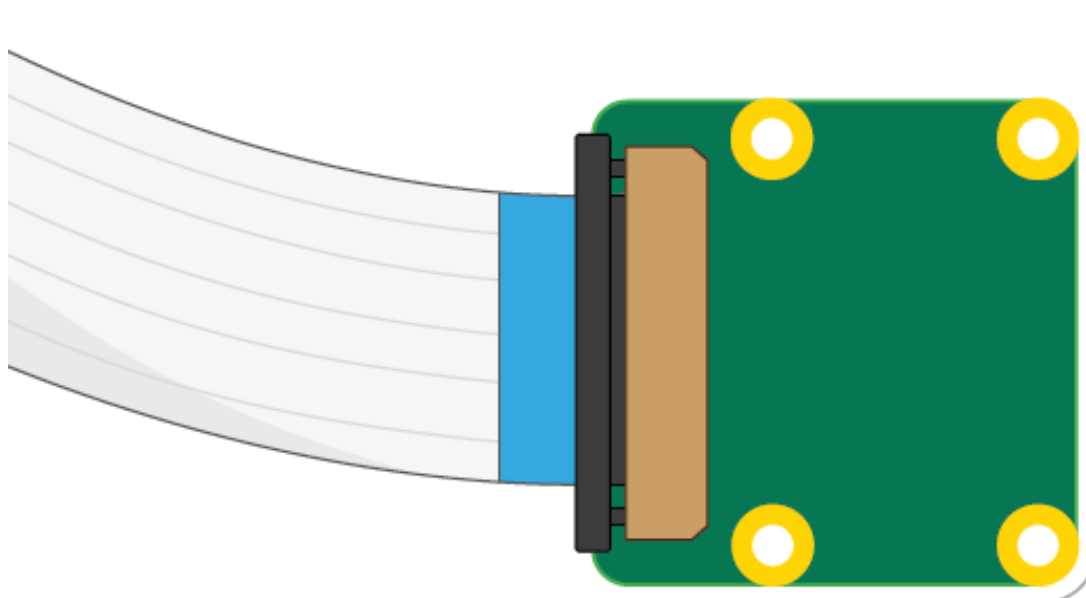

Рисунок 2.6 – Підключення кабелю до камери.
1. Підключити плоский стрічковий кабель до модуля камери. Рисунок 2.6